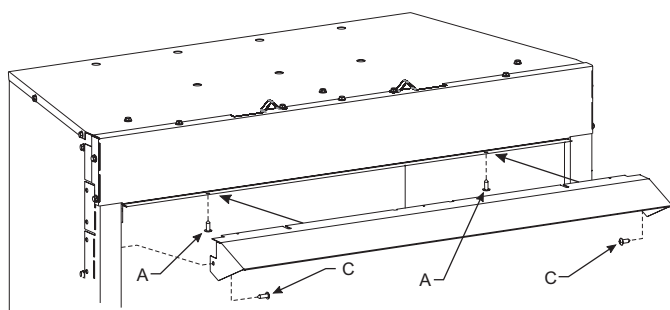

Figure 17
1. Desserrer les deux vis (A) de fixation du dessus du foyer au panneau de façade, puis glisser la bride du capot entre le dessus du foyer et le panneau de façade et resserrer les vis. **Voir Figure 17.**
2. Poser une vis à chaque extrémité du capot comme sur l'illustration (B). **Voir Figure 17.**